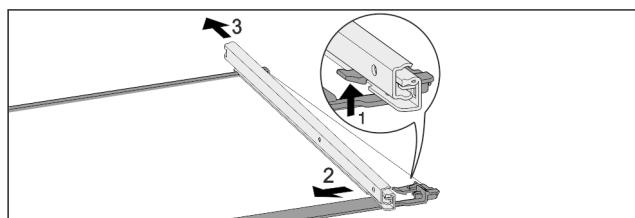

Fig. 139 Стъклена плоча с релси
- ▶ Натиснете нагоре предните фиксиращи палци. Fig. 139 (1)
- ▶ Пълзнете изтеглящата релса настрани Fig. 139 (2) и назад Fig. 139 (3).